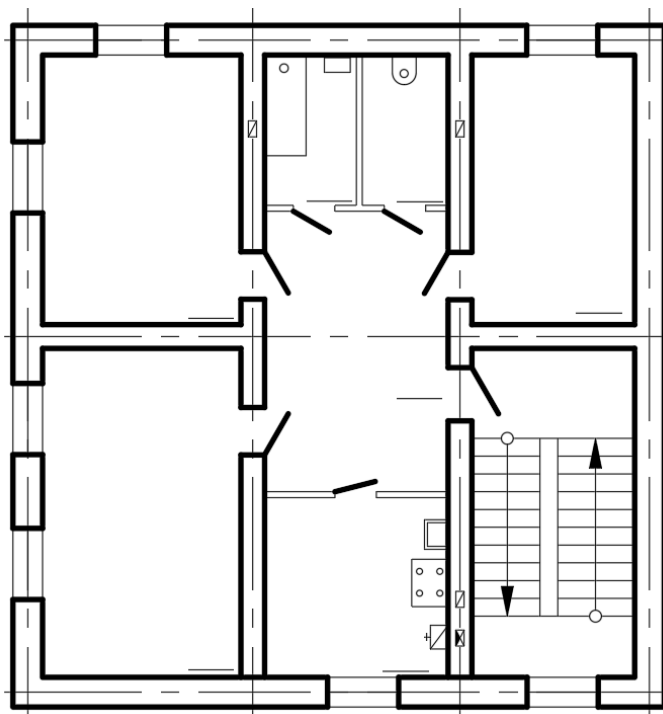

**Рис. 3.9.** Вычерчивание несущих стен
5. В слое «Основной» вычертить наружные несущие стены (толщиной 510 мм), внутренние несущие стены (толщиной 380 мм) с привязкой их к координационным осям (рис. 3.9).